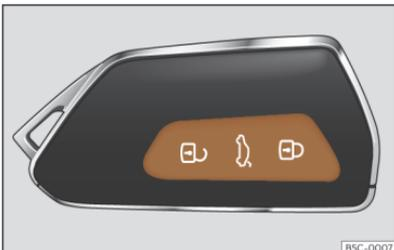

Fig. 84 Llave por control remoto: teclas.
- Bloquear: pulse el botón  >>> **fig. 84**.